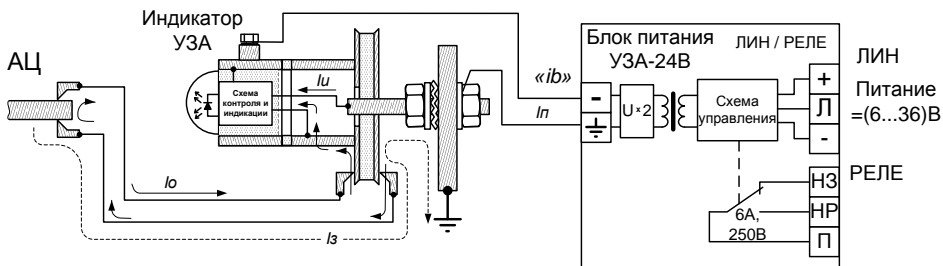

Рисунок 3 – Схема соединений
2.1.3 Для работы устройства необходимо собрать схему в соответствии с рисунками 1, 3. После подачи электропитания на контакты «+» и «-», расположенные на верхней поверхности блока питания (рисунок 7) на контактах « $\frac{+}{-}$ » и «-», расположенных на нижней поверхности блока (искробезопасная цепь), появляется напряжение. Схема управления блока питания производит непрерывный контроль величины протекающего тока I_n (рисунок 3), управляет индикацией и встроенным реле, выдает в линию СЕНС информацию о текущем режиме работы изделия.